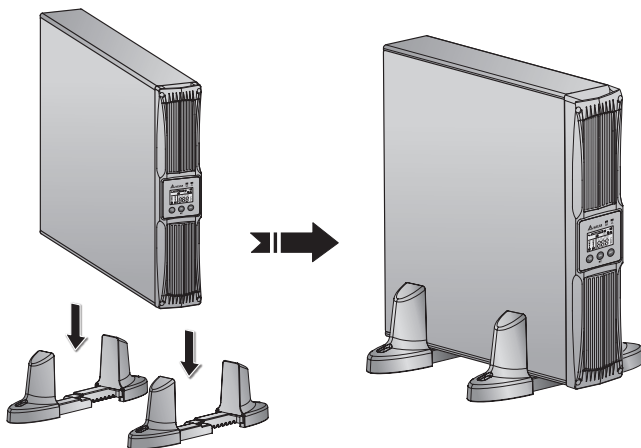

Figure 3-10: UPS를 타워 스탠드(옵션) 안에 장착하기
- 6 UPS를 타워 스탠드 안쪽으로 장착합니다 (최소 2인 필요). **Figure 3-10** 참조.